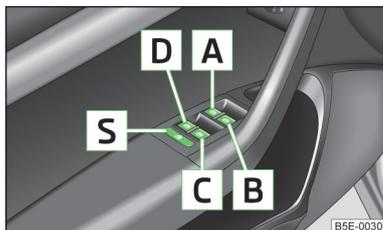

Abb. 23
- Werden auf den Rücksitzen Kinder befördert, wird empfohlen, die elektrischen Fensterheber der hinteren Türen außer Funktion zu setzen (Sicherheitsschalter) **S** » Abb. 23 auf Seite 50.
Tasten der Fensterheber » Abb. 23.
Durch Drücken des Sicherheitsschalters  » Abb. 23 können die Tasten der Fensterheber in den hinteren Türen außer Funktion gesetzt werden. Durch erneutes Drücken des Sicherheitsschalters  sind die Tasten der Fensterheber in den hinteren Türen wieder funktionsfähig.
- › Die Taste  in der Öffnungsstellung halten » Abb. 23 auf Seite 50.
- › Die Taste  in der Schließstellung halten » Abb. 23 auf Seite 50.